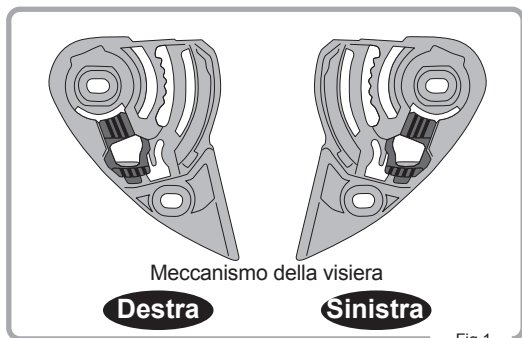

Fig.1
1. Controllare la parte laterale del meccanismo della visiera (Fig. 1).